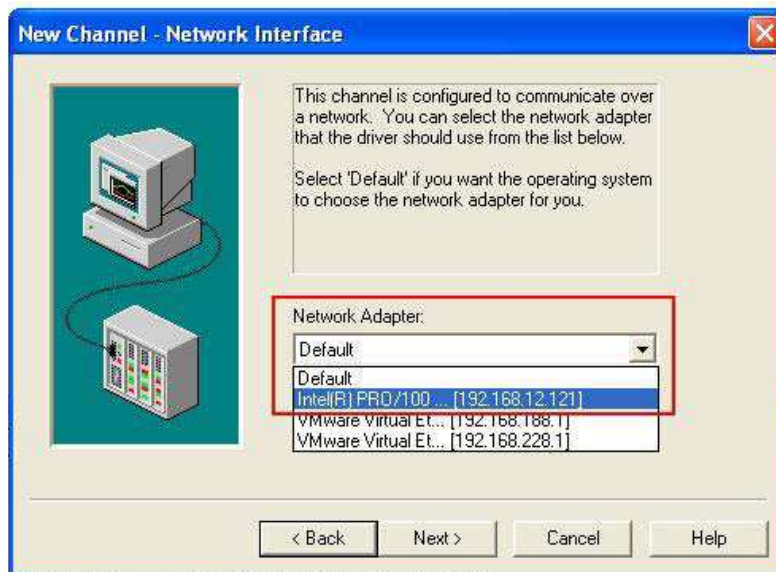

Рис. 5
2.3 Выберите требуемый сетевой адаптер и нажмите Next (см. Рис. 5):